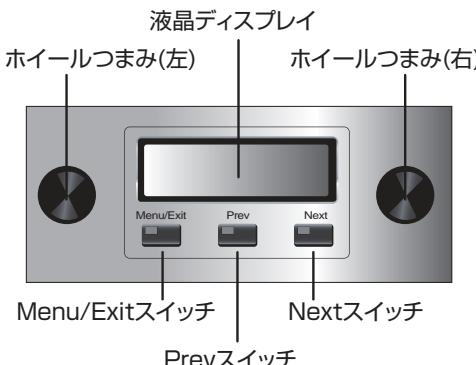

図 2.12 液晶ディスプレイ
- ①全ての配線を外した上で前面パネルの電源スイッチを押してアンプを ONにしてください。液晶ディスプレイ、インジケーターが点灯します。
- ②液晶ディスプレイ(図 2.12)の下段にある Menu/Exit スイッチを押し、液晶ディスプレイに〈Amp Mode〉と表示されるまで Next スイッチを押してください。ディスプレイに〈N/A〉と表示される場合は System Architect によって〈Amp Mode〉がロックしています。〈LOCKOUT〉と表示される場合は System Architect によって液晶ディスプレイの全ての操作がロックしていることを表します。
- ③ホイールつまみを押して〈BRIDGE MONO〉を選択します。再度ホイールつまみを押すと、変更の確認メッセージが表示されます。Menu/Exit スイッチを押すと変更を確定します。両方のホイールつまみを反時計回りに回してアンテナーションを最大にしてください。
- ④重要: アンプを OFF にし、電源ケーブルを外してください。